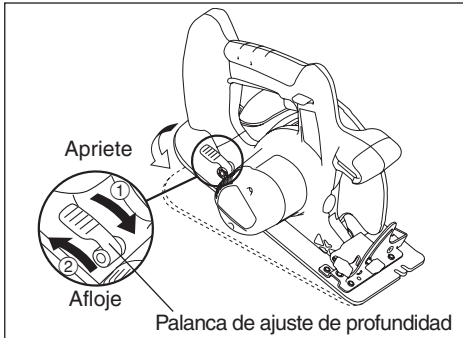

Fig. 5
- Afloje la palanca de ajuste de profundidad empujándola y ajuste la profundidad del corte (Consulte la Fig. 5). Apriete firmemente la palanca de ajuste de profundidad levantándola hacia la caja del motor a la profundidad de corte deseada.